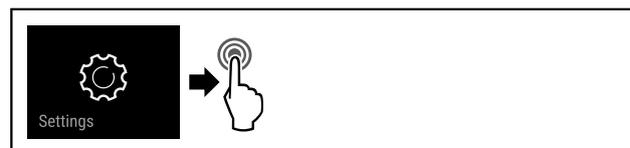

Fig. 125
- ▶ Handlungsschritte (siehe Fig. 125) durchführen.